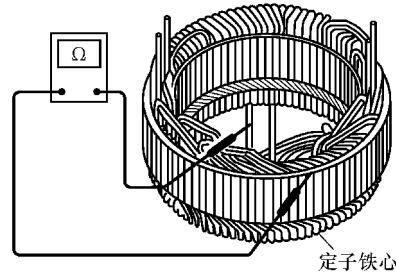

图 3-18 定子线圈绝缘的检测
2) 如图 3-18 所示, 将万用表旋转至欧姆档, 然后将红黑两支表笔一支压放在中性点 N 上, 另一支放在定子壳体上, 万用表上的数字应不变, 否则说明三相绕组有搭铁故障, 需更换或重新绕制。